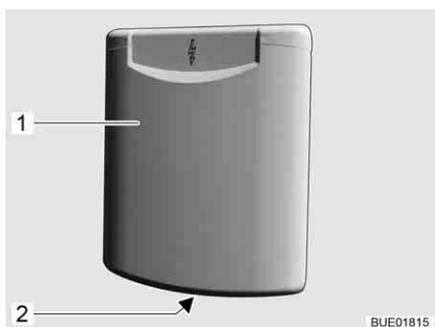

Bild 42 Klappe für 230-V-Anschluss
- In die Griffmulde (Bild 42,2) an der Außenklappe (Bild 42,1) greifen und die Außenklappe nach oben schwenken.